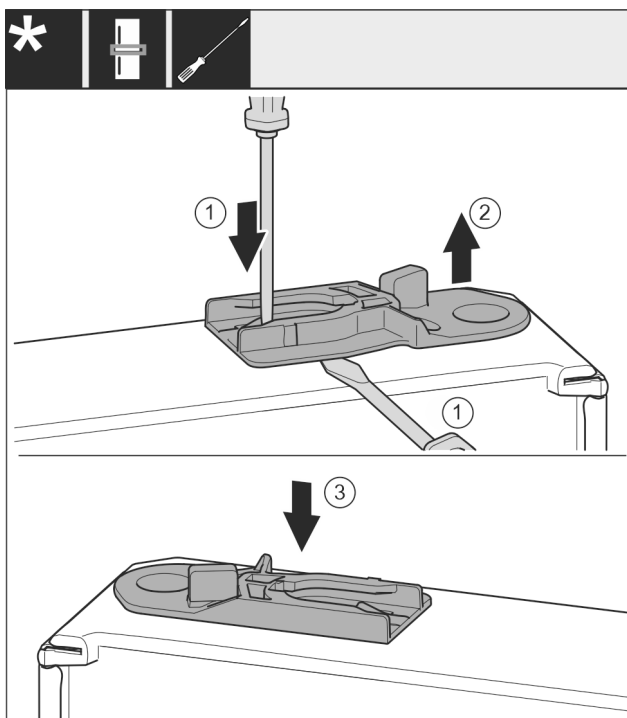

Fig. 38
- ▶ Izvucite čahuru za vođenje: Ravnim odvijačem pritisnite jezičac i istovremeno umetnite ravni odvijač ispod čahure za vođenje. *Fig. 38 (1, 2)*
- ▶ Gurnite čahuru za vođenje koja je uključena u isporuku na drugoj strani uređaja. *Fig. 38 (3)*